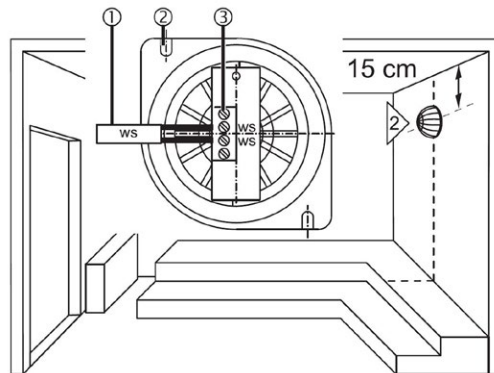

Abb. 4 Montage Bankfühler F2
1. Schließen Sie die Leitungen (Abb. 4 / Pos. 1) wie bei (Abb. 4 / Pos. 3) gezeigt am Bankfühler an.
2. Befestigen Sie den Bankfühler mit den beiliegenden Schrauben, mittig an der dem Ofen gegenüberliegenden Wand, mit einem Abstand von 15 cm zur Decke, an der Wand. Die Schrauben werden durch die Öffnungen (Abb. 4 / Pos. 2) geführt.
4. Entfernen Sie eine der weißen Leitungen des Bankfühlers F2 (Abb. 4 / Pos. 3). Danach muss die Steuerung den Bankfühler-Fehler (E-F2) am Display zeigen und der Ofen muss automatisch ausgeschaltet werden außerdem ertönt ein akustisches Signal.